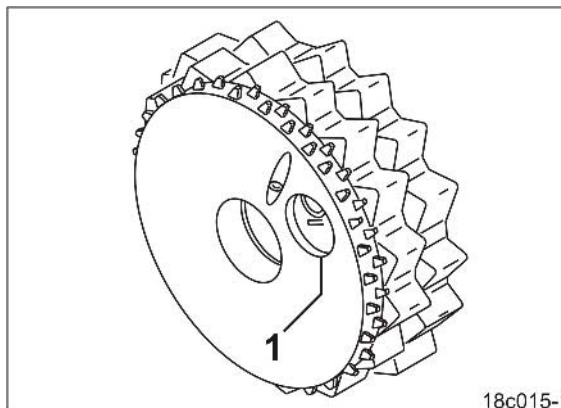

Рис. 105
4. Вращайте колесо сеялки в правую сторону, пока не станут видны отверстия (Рис. 105/1) высеваящих катушек для мелких семян.